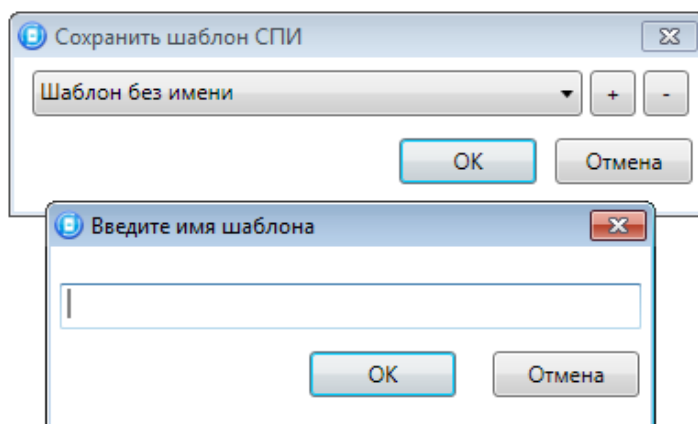

Рис. 5.34. Сохранение шаблона
**Сохранить шаблон настроек:** открытие окна *Сохранить шаблон СПИ* (Рис. 5.34), с помощью которого можно сохранить конфигурацию СПИ контроллера в качестве шаблона.